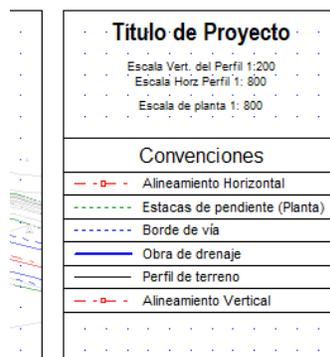

Figura 26-19: Cuadro de Leyenda
27. Finalmente mueva y posicione el cuadro de leyenda dentro del bloque de Título. Ver Figura 26-19.